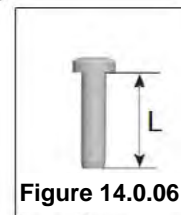
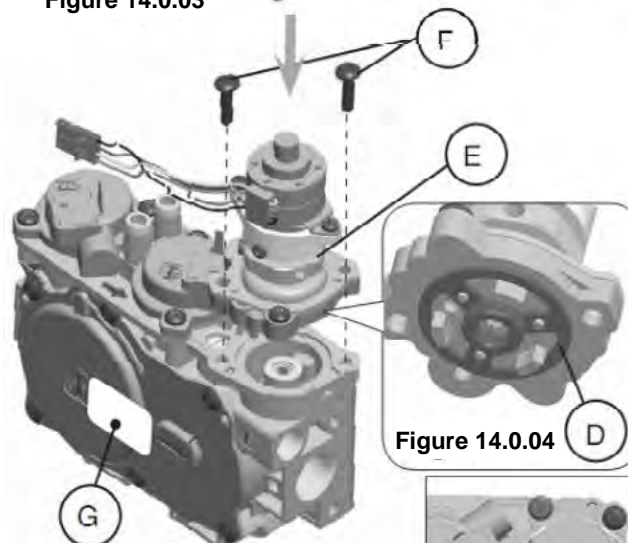
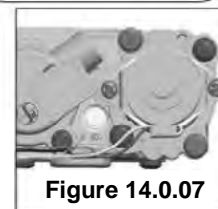

Figure 14.0.06
Figure 14.0.05
Figure 14.0.07
4. Installez le nouveau régulateur de pression à MOTEUR PAS-À-PAS tel que montré à la Figure 14.0.05 et à la Figure 14.0.06. Utilisez les vis fournies (F), M4 x 0,7 longueur filetée L= (16 mm + 0 - 0,5 mm), en acier de résistance classe 8.8 (voir Figure 14.0.07).
6. Collez l'étiquette d'identification fournie (G) au corps de la valve à un endroit facilement visible.